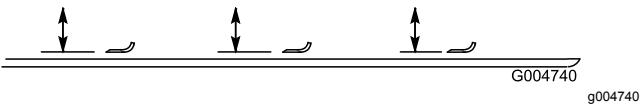

Figura 109
- Gire la cuchilla hasta que los extremos estén orientados hacia adelante y hacia atrás (Figura 109). Mida desde el interior de la unidad de corte al filo de corte en la parte delantera de la cuchilla. Anote esta dimensión.